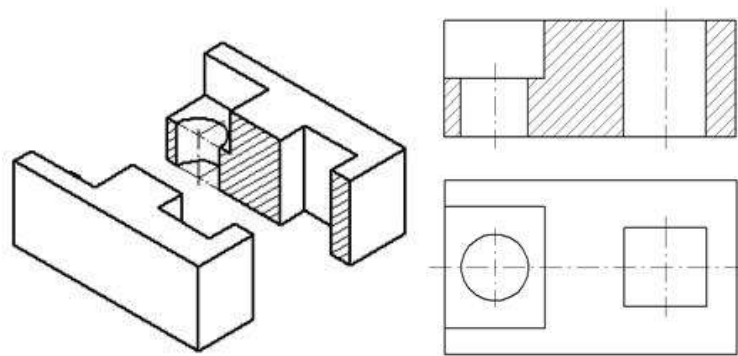
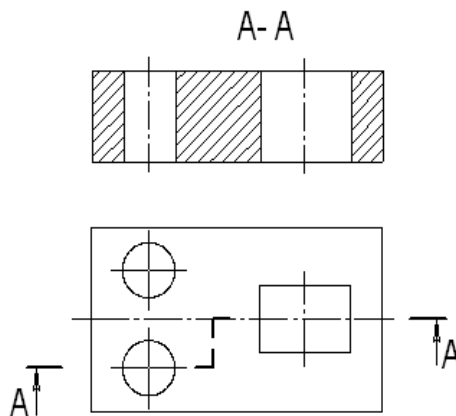

Рис. 17.1. Простой разрез
Рис. 17.2. Сложные разрезы
- простые – при одной секущей плоскости (рис. 17.1);
- сложные – при двух и более секущих плоскостях (рис. 17.2).
В случае, когда в простом разрезе секущая плоскость совпадает с плоскостью симметрии предмета, разрез не обозначается (рис. 17.1). Во всех остальных случаях разрезы обозначаются прописными буквами русского алфавита, начиная с буквы А, например А-А (рис. 17.2).